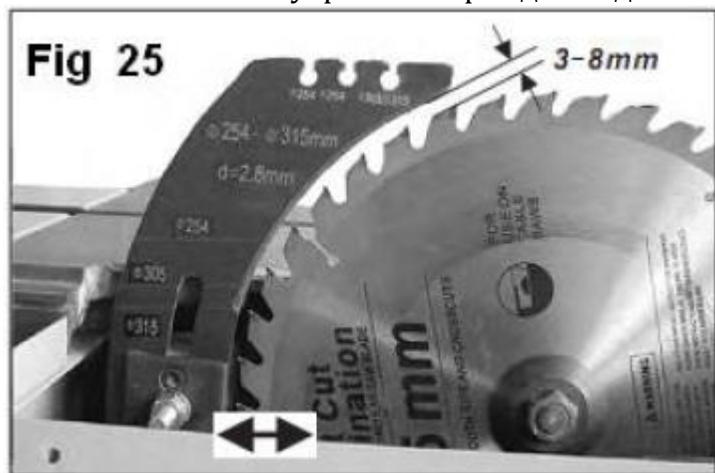

Рис.29
7. Установить расклинивающий нож **Рис.29** на расстоянии 3...8 мм от ближайшего зуба с твердосплавной накладкой главной дисковой пилы.